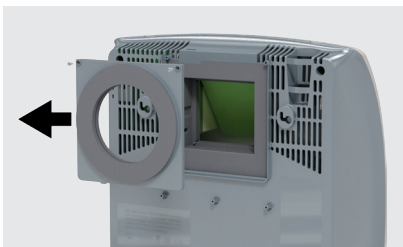

Рисунок 7
3. Отвинтите два крепежных болта на задней крышке прибора. Снимите заднюю крышку потянув ее на себя и вверх (рис. 7).